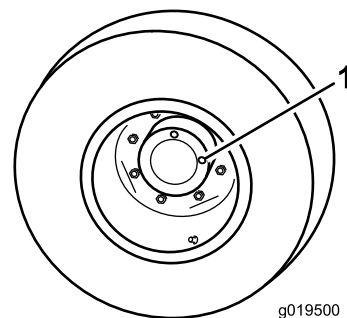

Figura 15
1. Con la macchina parcheggiata su terreno pianeggiante, posizionate la ruota in modo che un tappo di controllo (Figura 15) si trovi a ore 12 e l'altro a ore 3.
1. Tappo di controllo/spurgo (2)
2. Rimuovete il tappo a ore 3 (Figura 15). L'olio deve essere in fondo al foro del tappo di controllo.